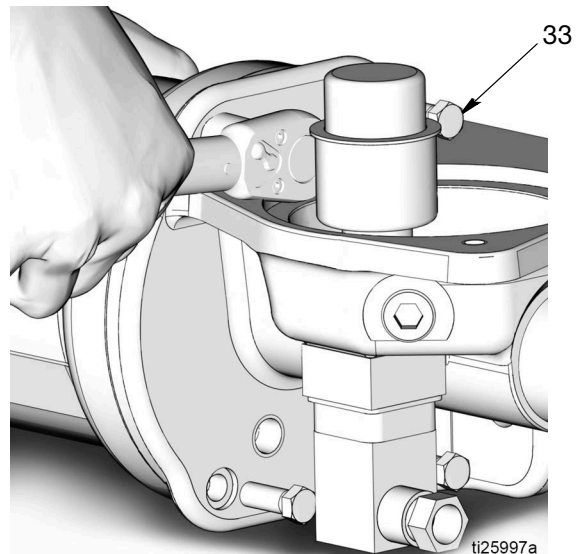

FIG. 53
- c. Installer 4 boulons neufs. Serrer les boulons (33) à la main de manière uniforme, tour à tour et progressivement, suivant une séquence diagonale. Puis serrer en diagonale à un couple de 13,5-17,6 N•m (10-13 pi. lbs.). Voir FIG. 53.